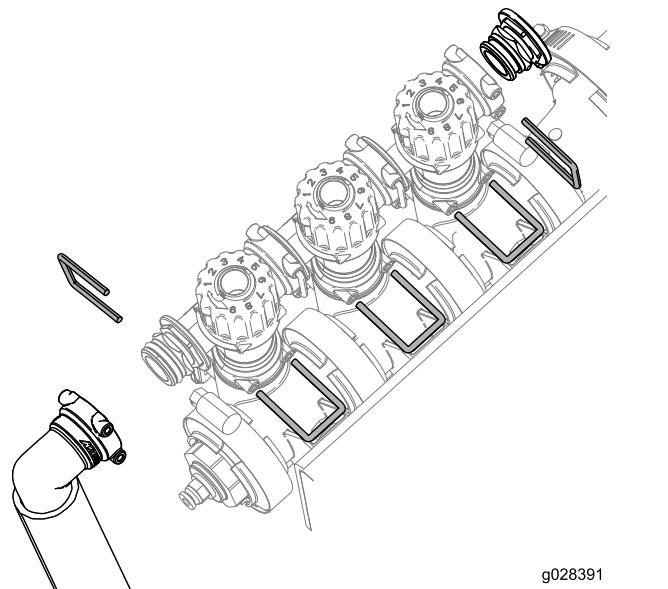

Рисунок 14
- 3. Снимите держатели, которые крепят узел блока перепускных клапанов стрелы, торцевую крышку и штуцер со шлангом в сборе, как показано на Рисунок 14.